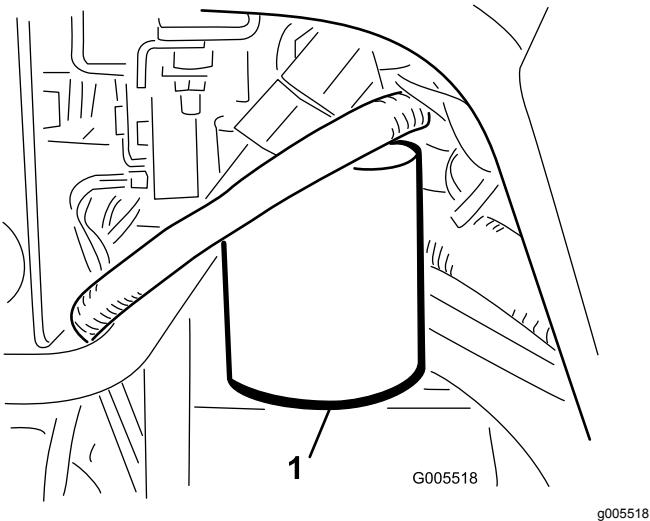

Bild 57
1. Reinigen Sie den Anbaubereich des Filters (Bild 57). Stellen Sie eine Auffangwanne unter den Filter und entfernen den Filter.